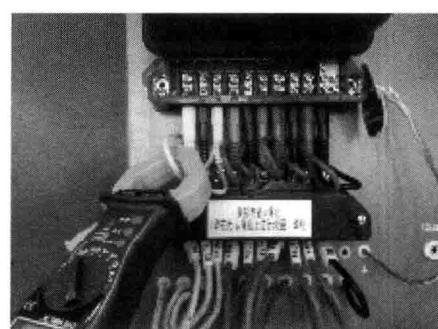

图 2 测量电流示意图
2) 使用钳形电流表测量三相电流 I_1 、 I_2 、 I_3 。测量电流示意图如图 2 所示。